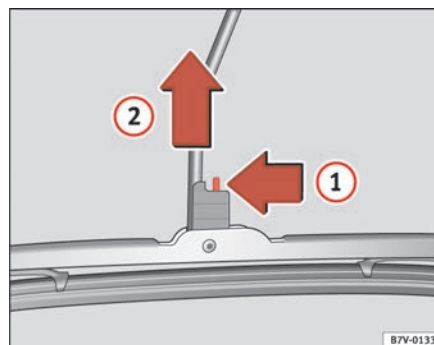

Fig. 146 Cambio del limpialuneta
- Desbloquee el seguro de la escobilla del brazo limpiacristales en el sentido que la flecha $\Rightarrow$ fig. 146 (1), y tire a su vez ligeramente de la escobilla en el sentido que indica la flecha (2).
- Extraiga la escobilla en dirección contraria a la que indica la flecha (2).
- Introduzca ligeramente una escobilla nueva, de **idéntica longitud y diseño**, en la dirección que indica la flecha (2) y enganche la escobilla en el brazo.
- Introduzca la escobilla en el sentido opuesto al que indica la flecha (2), hasta que encaste.